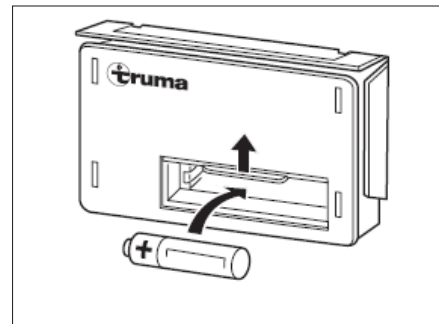

Fig. 106 Changement de pile
- Faire glisser vers le haut le recouvrement du compartiment à piles de l'allumage automatique (Fig. 106).
- Placer une pile neuve du même type dans le compartiment à piles de l'allumage automatique en respectant la polarité (+/-) (Fig. 106). Utiliser uniquement des piles Mignon à résistance thermique élevée (+70 °C) et ne coulant pas.